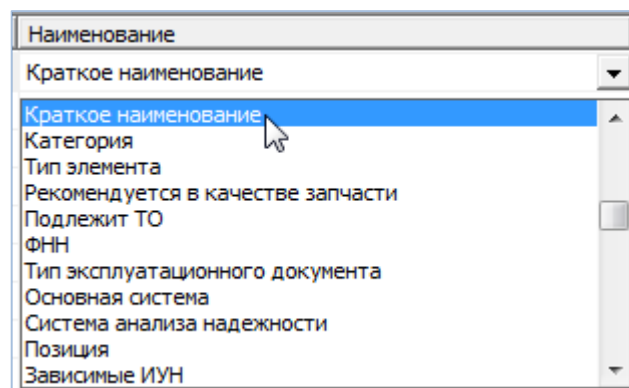

Рис. 10-87 – Установление вручную соответствия колонок в файле и полей БД
В результате откроется окно «Импорт данных из файла в формате Microsoft Excel» (рис. 10-87). Описание назначения полей данного окна приведено в разделе 5.4.6 «Панель «Импорт/экспорт»», стр. 58.
3) Нажать кнопку «Выбрать файл на локальном диске» (1 на рис. 10-87). Откроется стандартное диалоговое окно «Открыть». Выбрать в этом окне нужный файл и нажать кнопку «Открыть».